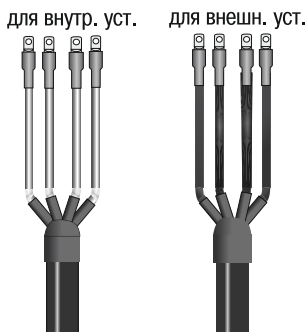

Рисунок 8
4.15 Монтаж муфты закончен (рисунок 8).